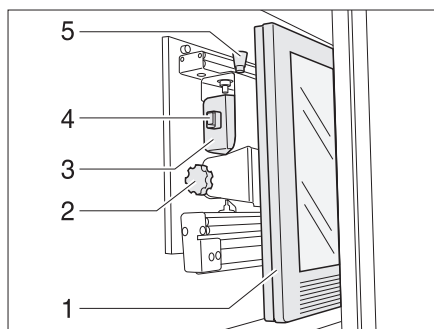

Fig. 58 Meuble télévision
- Appuyer sur le bouton de déverrouillage (Fig. 58,5) et tirer le support de l'écran plat jusqu'à la butée vers l'avant, à l'aide de la poignée (Fig. 58,4).
- Tirer le bouton de déverrouillage (Fig. 58,1) et faire pivoter l'écran plat (Fig. 58,2) dans la position souhaitée.
- Desserrer la vis moletée (Fig. 58,3).